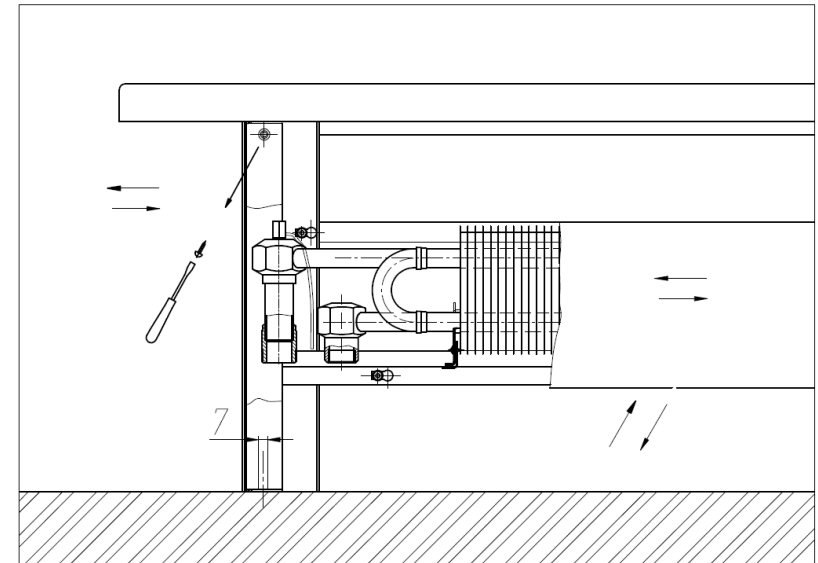

Рис. 3
- 5.2. Снять лицевые панели сместив их вправо, а затем на себя. Предварительно открутив винты с внутренней стороны. (Рис.3).